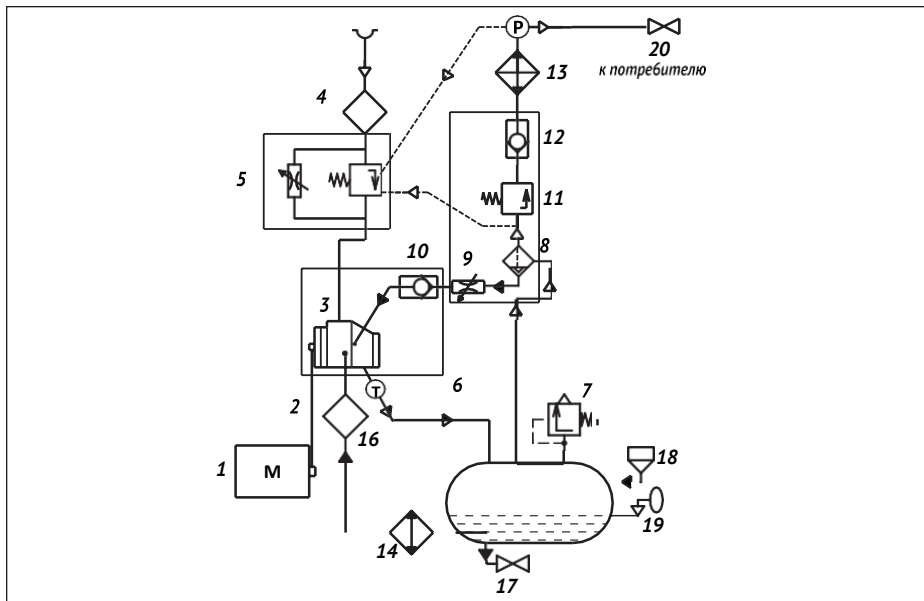

Рис. 2.3.1 Схема пневматическая F 05..-F22.
2.4 Принцип действия (Смотри рис. 2.3.1 и 2.3.2)